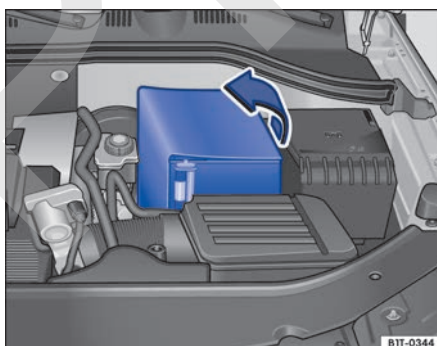

Fig. 141 En el vano motor: levantar la cubierta guardapolvo de la batería del vehículo.
- Levante la cubierta hacia un lado en el sentido de la flecha → fig. 141.